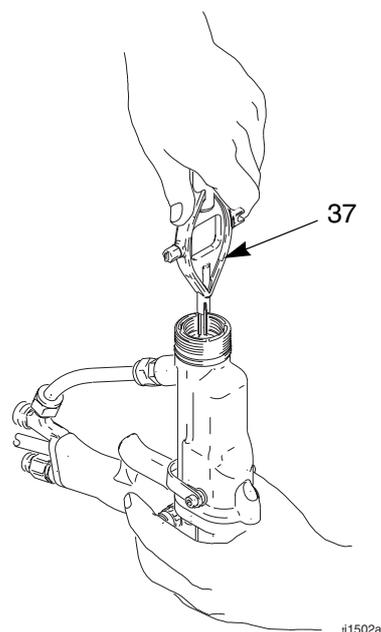

Fig. 10. Remplacement de l'électrode
3. Dévisser l'électrode (29) à l'aide de la clé multi-usage (37). Tenir l'extrémité de la tige de presse-étoupe (26h) pour l'empêcher de tourner. Voir Fig. 10.